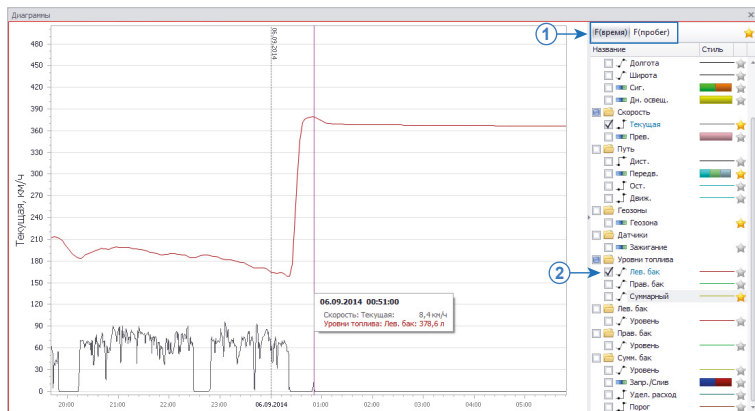

Рис.248. Построение графика параметра.
- В Модуле просмотра диаграмм выбрать вид зависимости графика (Рис.248): F(время) для построения графика зависимости параметра от времени или F(пробег) для построения графика зависимости параметра от пробега.
- Выбрать в списке параметров график нужного параметра, установив галочку (Рис.248).